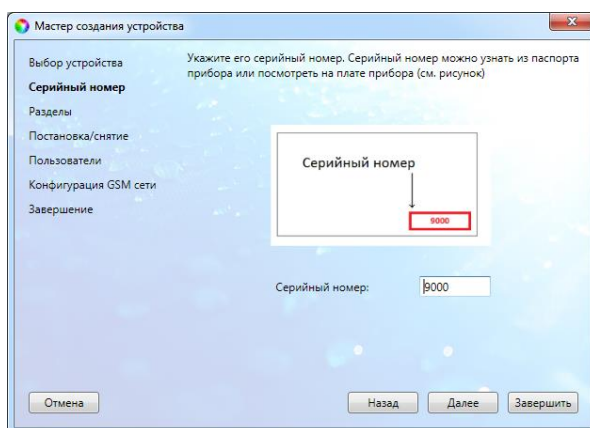

Рис. 5.6. Окно *Серийный номер*
8. В следующем окне *Серийный номер* автоматически определяется серийный номер (рис. 5.6).